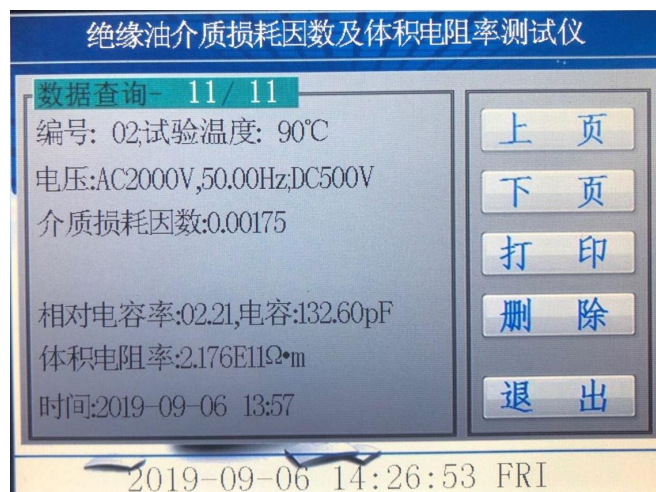

图 8
7、点击图 3 中的数据查询，进入图 8 界面，点击上页和下页进行翻阅，也可以点击打印，对数据进行打印；还可以点击删除键对数据进行删除，按退出键退回到主界面。